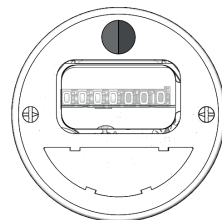

Fig. 5
- 8.10. Se l'operazione non è ancora stata eseguita, ruotare il contatore in posizione di lettura e impiombarlo. A seconda dell'applicazione, la versione universale deve essere etichettata sulla parte superiore utilizzando i punti adesivi in dotazione (blu per l'acqua fredda o rosso per l'acqua calda) (Fig. 5).